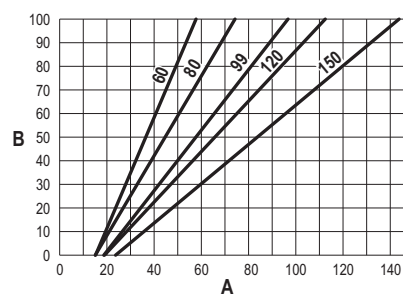

fig. 81
- Appuyer sur les **touches contextuelles 1 et 2** pour augmenter ou diminuer la puissance thermique (minimum = 00 - maximum = 100). Voir diagramme « Réglage Puissance Thermique » (fig. 81).